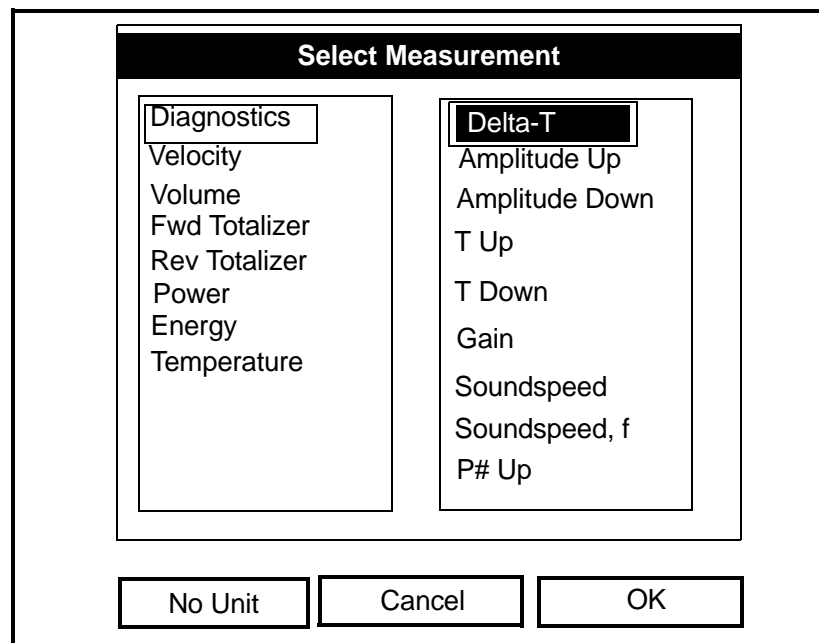

Figura 3-5: Ventana de parámetros de medición
2. En la opción del menú desplegable *Change* (Cambio), pulse [ENTER] de nuevo y aparecerá una ventana como la de la figura 3-5.